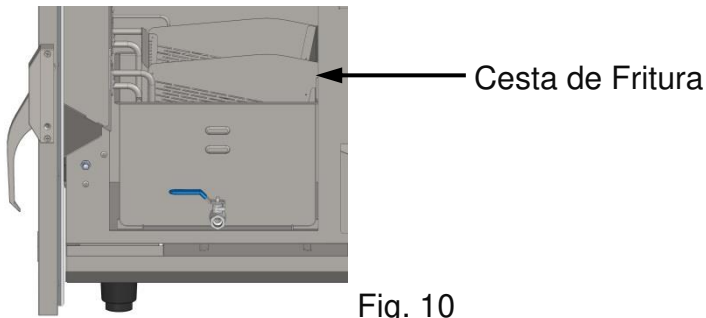

Fig. 10
**IMPORTANTE:** A instalação completa fará com que a cesta de fritura fique posicionada num ângulo fora do recipiente de óleo (Fig.10).
- Feche a gaveta condutora (Fig. 12) para que o alimento deslize até a cesta de fritura (Fig. 10). Pressione  e o tempo de cocção começará a contar;